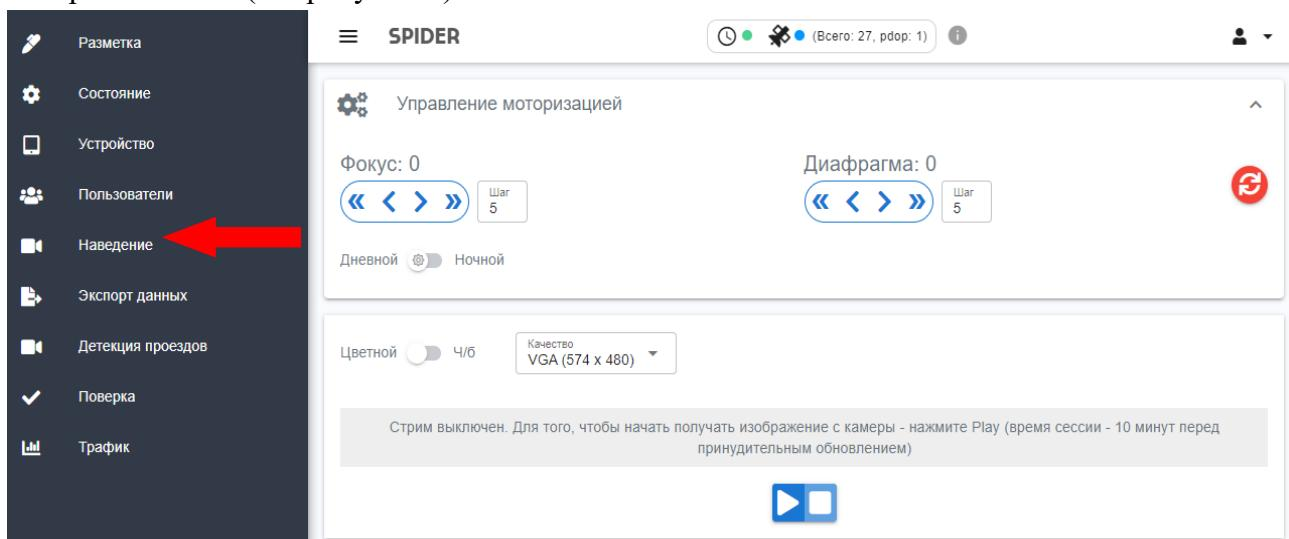
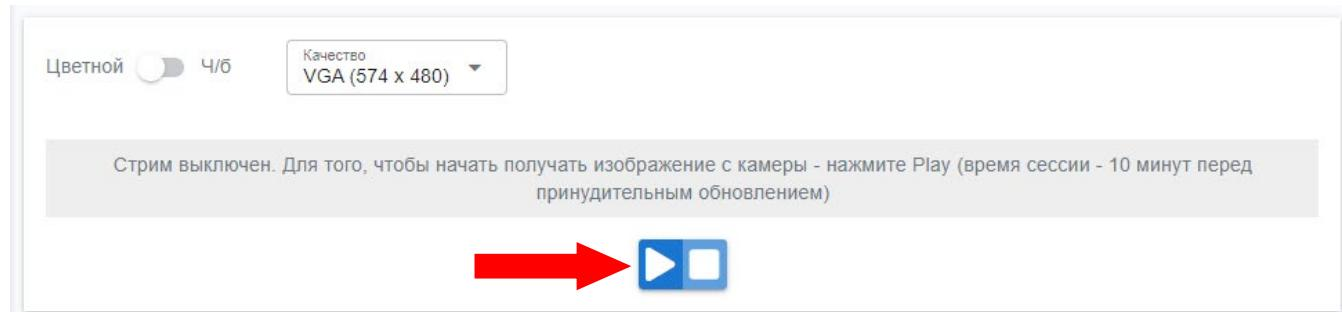

Рисунок 5 – Вкладка интерфейса «Наведение»
Рисунок 6 – Запуск трансляции изображения с камеры
6.5.1. Перейти в раздел «Наведение» (см. рисунок 5) и запустить трансляцию изображения с камеры Системы (см. рисунок 6).